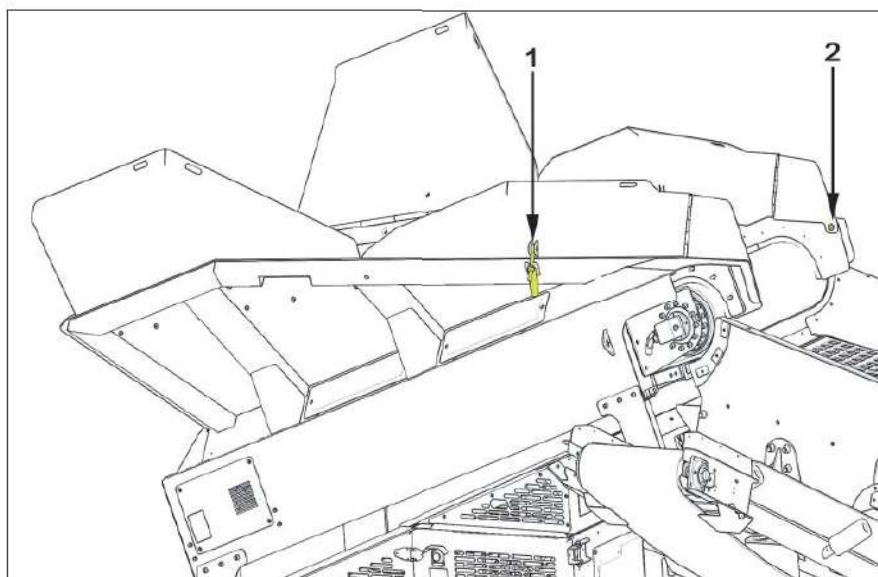

Figure 5.16 - Vleugelplaten
1. Verwijder de vlinderbouten (1) en gescharnierd gedeelte door de hardware vast te zetten (2) op afb. 5.16.